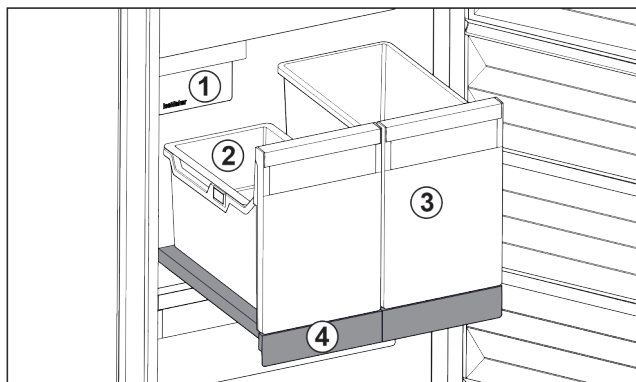

Fig. 88 Raft extractibil cu IceTower
Pe raftul extractibil se află două recipiente înalte (IceTower). În recipientul din Fig. 88 (2) sunt colectate și depozitate cuburile de gheață din IceMaker. Recipientul din Fig. 88 (3) se pretează pentru depozitarea de alimente înalte cum este pizza sau băuturile alcoolice.